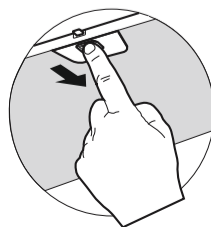

рис. 4
- Снимите алюминиевый фильтр, для этого нажмите на пружинный замок на фильтре и потяните его на себя и вниз (рис. 4, 3).
8.3 Для очистки алюминиевого фильтра извлеките его из вытяжки (рис. 4) и произведите его очистку с помощью щетки горячим водным раствором моющего средства вручную или в посудомоечной машине при (60°C). Старайтесь не сгибать фильтры при мойке. Возможное изменение цвета фильтра, с течением времени, не приводит к снижению эффективности его действия. Сильно загрязненный фильтр не следует мыть в посудомоечной машине.